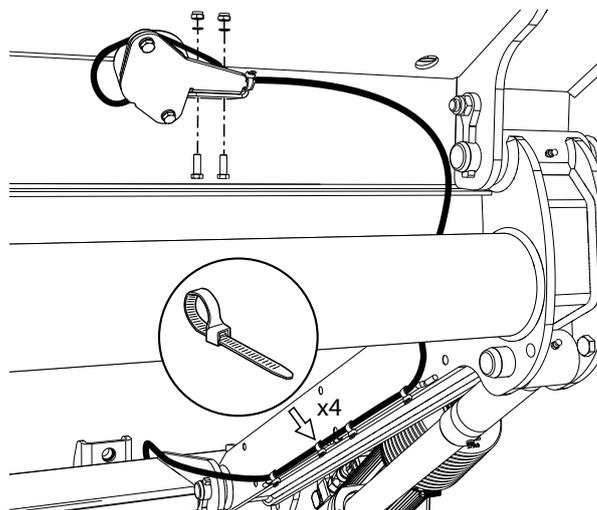

Figure 56. Montage du capteur angulaire
1. Monter le capteur angulaire sur la plate-forme, utiliser les vis, écrous et rondelles fournis et fixer le câble avec des attaches de câble, voir Figure 56.